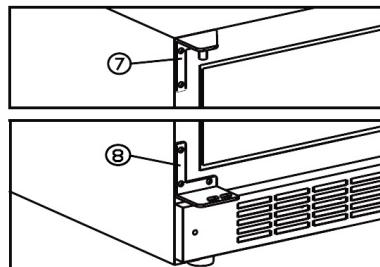

fig. 8.4
- Monter fast de medskickade vänstra övre och nedre gångjärnen (7+8). Se fig. 8.4
- Sätt i dörrstiftet (3) i det nedre gångjärnet.
- Monter fast dörren i det övre gångjärnet (7) och på dörrstiftet (3), skruva fast stiftet (1)